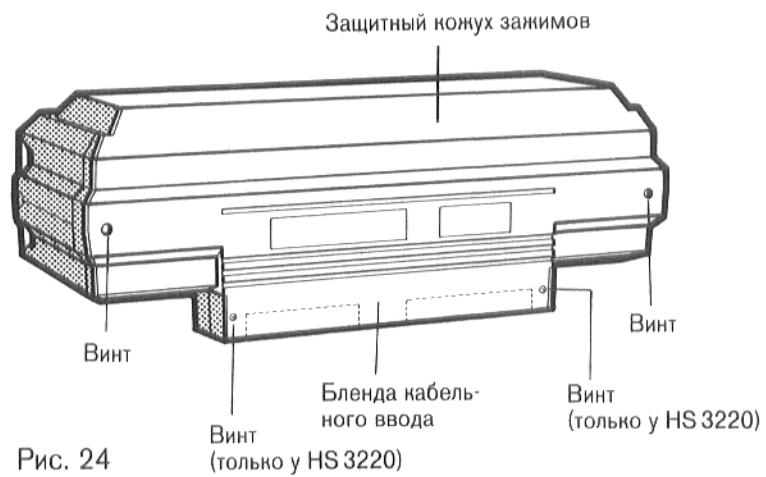

Рис. 24
Провод горелки должен, через предусмотренные для этого эластичные кабельные вводы переднего кожуха котла (см. стр. 22, рис. 24), выступать вверх.
- Вывинтить два винта защитного колпака зажимов (рис. 24). Снять защитный колпак зажимов.
Вывинтить два винта из покрытия кабельного ввода (рис. 24). Снять отдельно покрытие кабельного ввода.
- Привинтить защитный кожух зажимов, сзади, двумя винтами к регулятору (рис. 24).